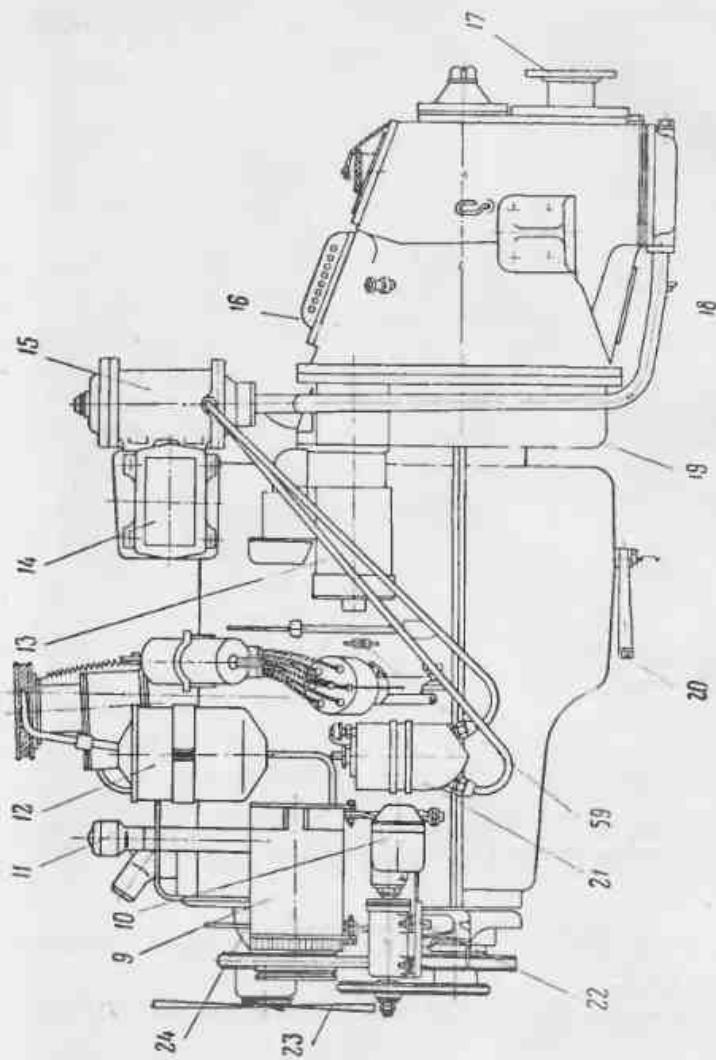

Рис. 5. Вид двигателя с левой стороны:
15. С левой стороны двигателя (рис. 5) размещены: генератор 9, фильтр 12 тонкой очистки и фильтр 21 грубой очистки масла, реле-регулятор 14, маслоналивной патрубок 11, стартер 13, датчик тахометра 10, привод тахометра 22.
Залив воды в систему охлаждения производится через горловину расширительного бачка, а спуск воды — через кранник, установленный на двигателе, и через спускную пробку, помещенную в нижней части реверс-редуктора. Место расположения краника и пробки указано на рис. 5 и 4.